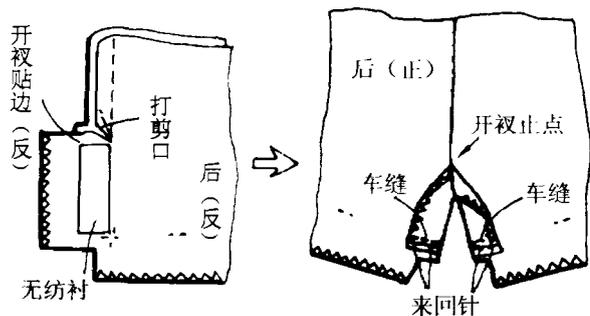

图2-10
10. 缝制后开衩。在左后裙片的开衩处打一斜向剪口，剪口要打到线根底，但不要剪断车缝线。将右后裙片开衩贴边顺后中缝净印向右裙片正面折转，然后顺底摆净印横向车缝。将左后裙片开衩贴边在其1/2宽处正面对折，然后顺底摆净印横向车缝。见图2-10。